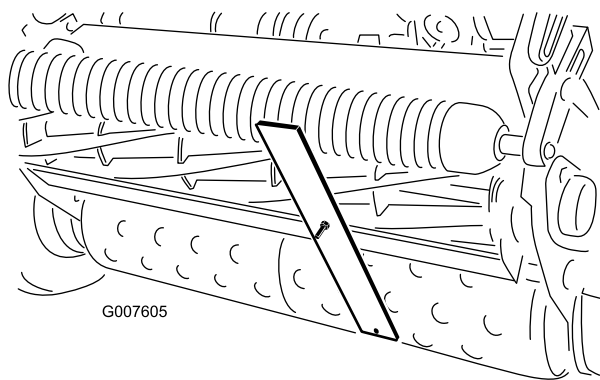

Figure 56
- Accrochez la tête de la vis sur le bord tranchant de la contre-lame et appuyez l'arrière du gabarit contre le rouleau arrière (Figure 56).